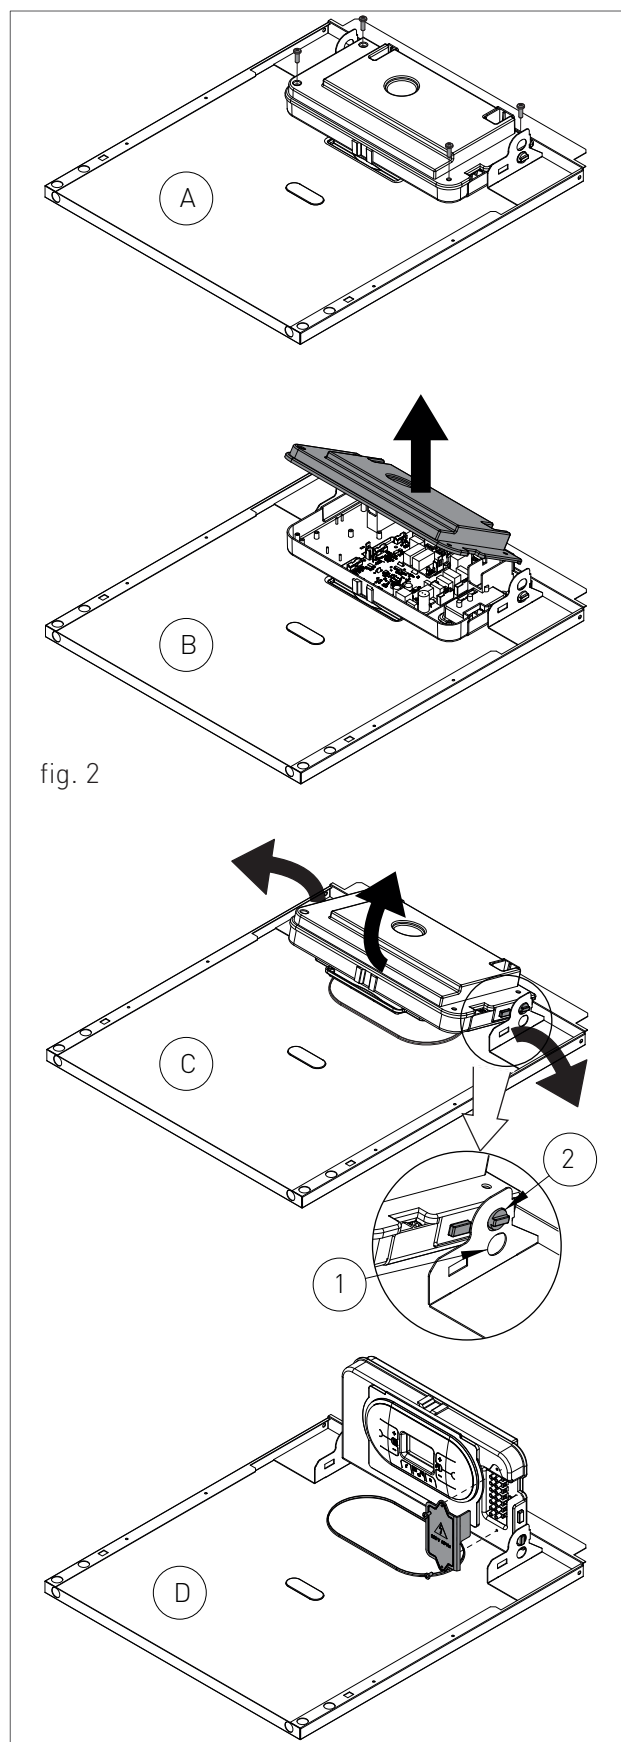

fig. 2
- › svitare le quattro viti di fissaggio (vedi A - fig. 2);
- › rimuovere il carter verso l'alto (vedi B - fig. 2).
- › Afferrare contemporaneamente le staffe di supporto del pannello comandi (vedi C - fig. 2) allargandole e spostare il pannello comandi dalla posizione '1' alla posizione '2' (vedi dettaglio, C - fig. 2);
- › svitare le due viti e rimuovere il piastrino (vedi D - fig. 2).